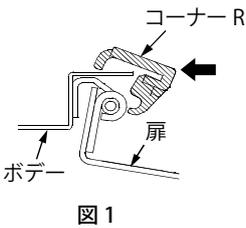

図 1
2. コーナー R を(図 1, 2)の位置でボデーコーナー部に押し込み、取付けてください。